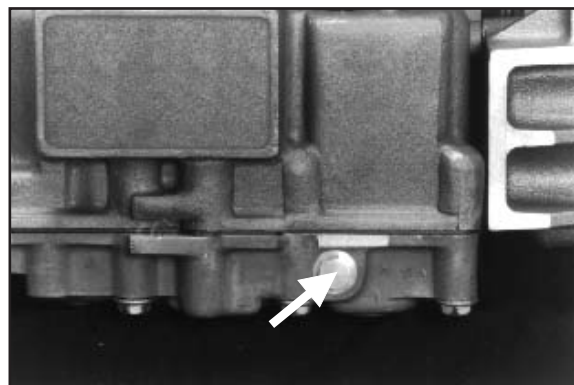

Abb. 5
5. Zunächst das Öl aus dem Getriebe ablassen. Vorsichtig vorgehen – das Öl kann heiß sein (**Abb. 5**).